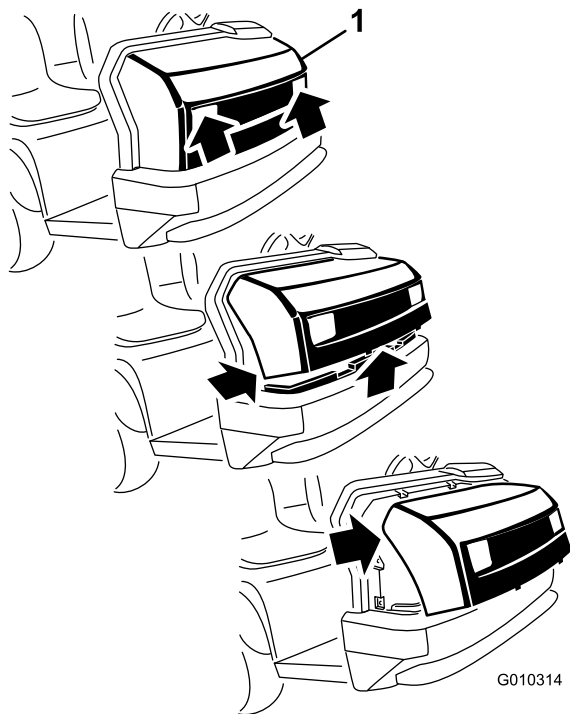

図 35
3. フードの上側を前に倒し、ヘッドライトからワイヤコネクタを抜く 図 35。
2. 上側の取り付けタブをフレームの穴に差し込む 図 35。
3. 下側の取り付けタブをフレームの穴に差し込む 図 35。
1. ヘッドライトの開口部でフードをつかみ、フードを持ち上げて、下側の取り付けタブをフレームの穴から外す 図 35。
2. フードの下側を手前に持ち上げて、上部の取り付けタブをフレームのスロットから引き抜けるようにする 図 35。